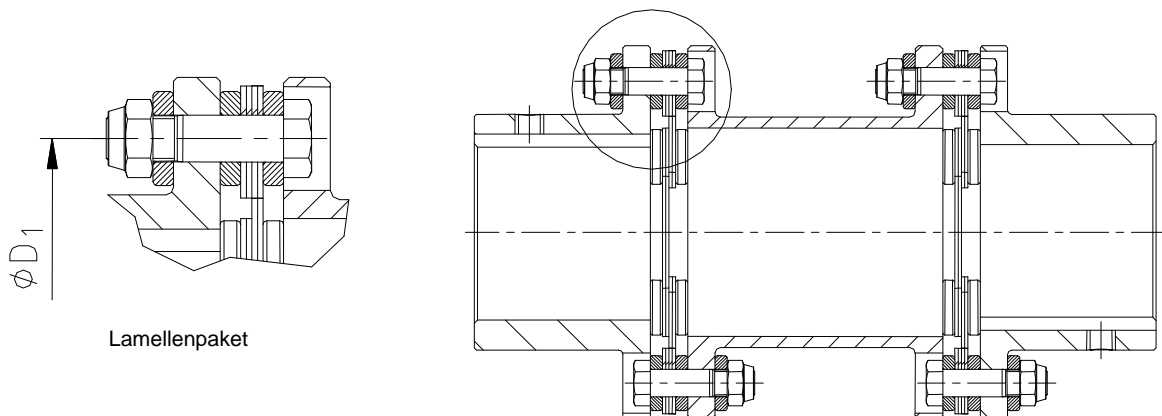

Bild 22: Montage der Lamellenpakete RADEX®-N Gr. 160 - 220
- Anordnung der Paßbolzen, Lamellen und Scheiben siehe Bild 22.